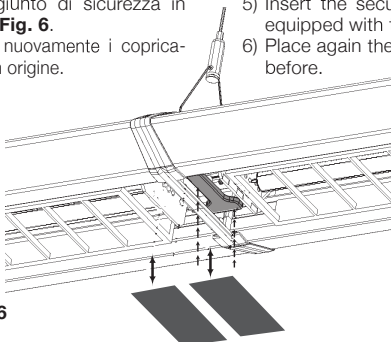

Fig. 6
- 4) Rimuovere i copricatodi plastici. **Fig. 6.**
- 5) Inserire il giunto di sicurezza in dotazione. **Fig. 6.**
- 4) Entfernen Sie die Kunststoffkathodeschutz. **Bild 6.**
- 5) Einstecken Sie die serienmäßige Sicherheitverbindung. **Bild 6.**